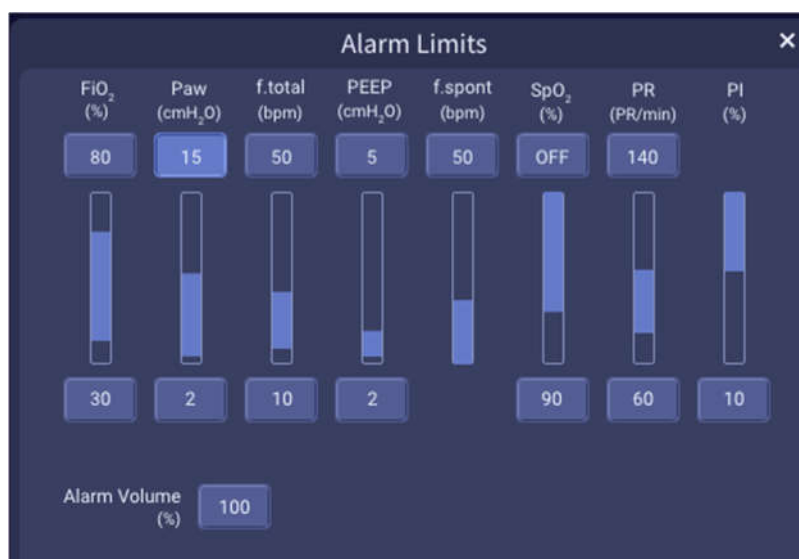

Рис. 4-16 Пределы сигналов тревоги
- Нажмите кнопку Alarm Limits (Пределы сигнала тревоги), чтобы войти в интерфейс настройки пределы сигнала тревоги, как показано на рис. 4-16.